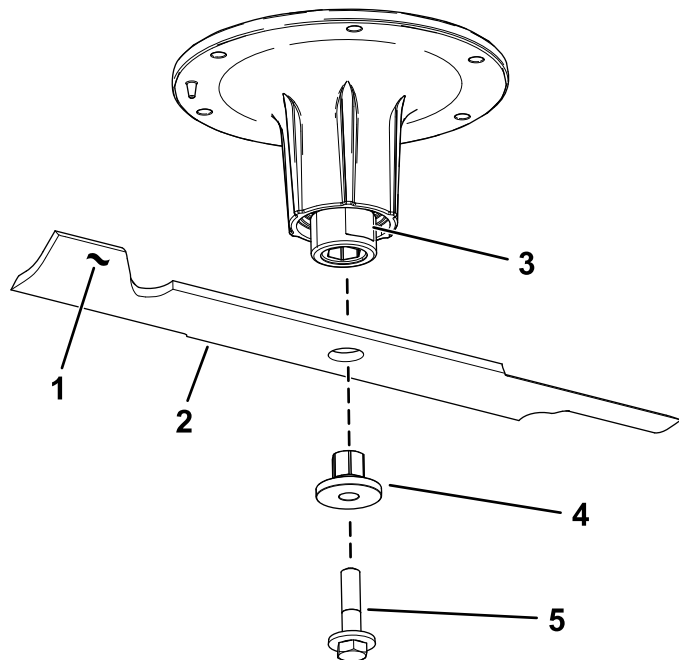

Figura 105
2. Rimuovete il bullone della lama, la boccola e la lama dall'albero del fusello (Figura 105).